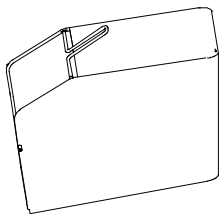

FIG. 4
1. Alignez et insérez la poignée de transport dans les fentes du cadre supérieur du ramasse-herbe jusqu'à ce que les deux extrémités s'enclenchent en place. (Fig. 4).